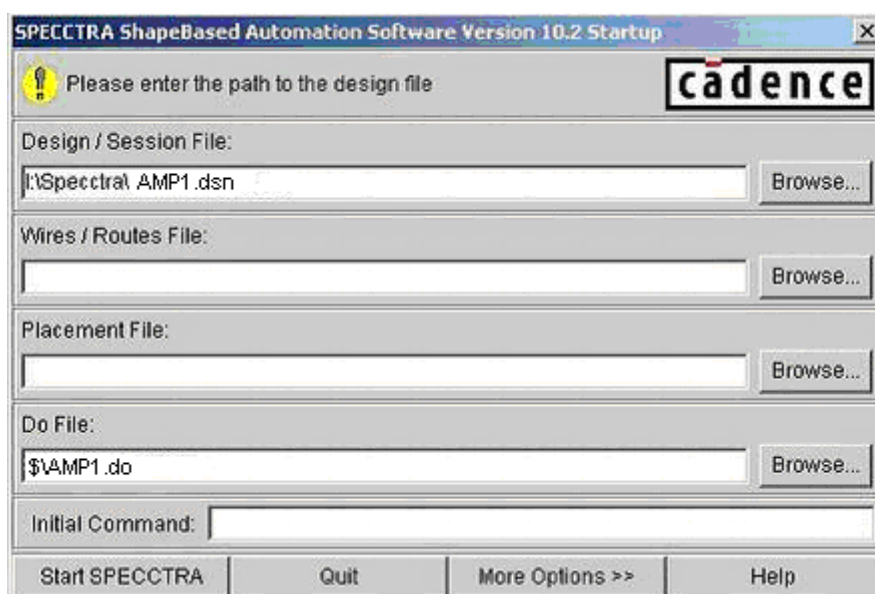

Рисунок 64 – Выбор файла проекта в программе Specctra.
7. Запустим программу Specctra. На экране появится диалоговое окно выбора проекта (рисунок 64).